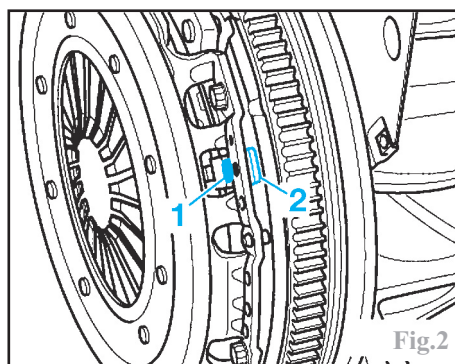

Fig.2
Sur le montage **Sachs**, lors du dévissage, la butée (2) doit être dégagée du goujon (1). Dans le cas contraire, pousser le goujon vers le volant moteur (Fig.2).